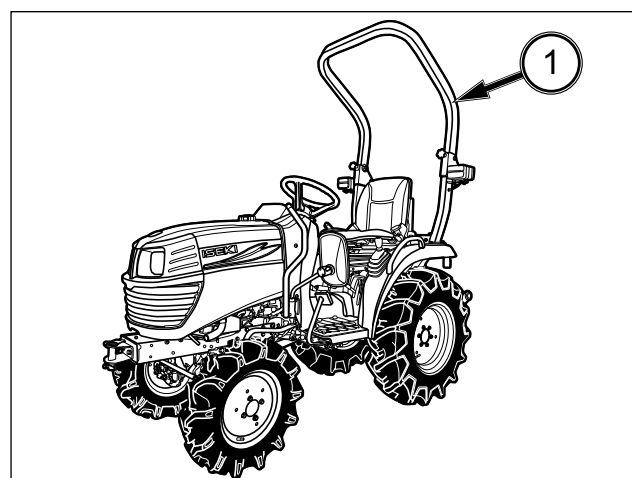

FIG. 77
FIG. 77 : Ce tracteur est équipé d'un arceau de sécurité de type ROPS (1) et d'une ceinture de sécurité. La ceinture de sécurité doit être portée en permanence pendant l'utilisation du tracteur et l'arceau de sécurité doit rester en position relevée et verrouillée.